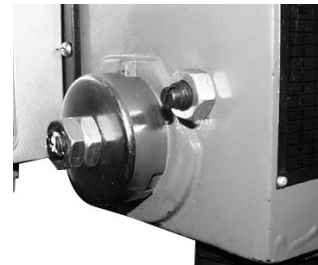

Abb. 5
a) Um nach der Beendigung des Bohrvorgangs ein automatisches Zurückfahren der Spindel zu gewährleisten, wurde eine Spindelrückholfeder in das Federgehäuse eingebaut (Abb. 5). Die Einstellung der Feder wurde bereits vom Hersteller vorgenommen und sollte deshalb nur bei Bedarf verändert werden. Die Rückholfeder wird wie nachstehend eingestellt:
- Lösen Sie die beiden Muttern und drehen Sie diese ca. 20 mm nach links (Abb. 5). Entfernen Sie unter keinen Umständen die Mutter komplett vom Gewinde!